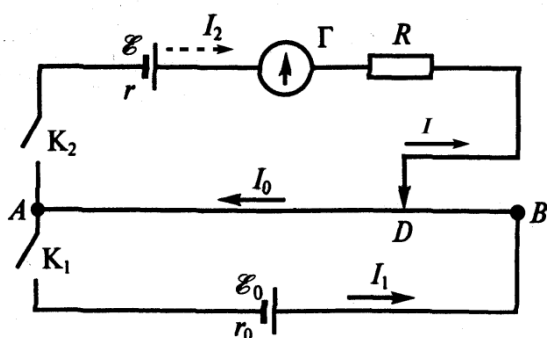

Рис. 6.1.
Схема установки для измерения ЭДС методом компенсации приведена на рис. 6.1.
Нарисуйте схему измерительной установки (рис. 6.1).
После получения допуска к работе соберите установку в соответствии со схемой рис. 6.1, включив вместо исследуемого источника нормальный элемент Вестона. При этом нормальный элемент и выпрямитель должны подключаться через соответствующие ключи к общему выводу реохорда одноименными (!) полюсами. Обратите внимание на то, что первым должен замыкаться ключ, который подключается к выпрямителю. В качестве ограничивающего сопротивления R используйте сопротивление типа «ДВТ», которое включается в цепь крайними выводами. Обратите внимание на то, что для перемещения движка реохорда предусмотрена вращающаяся ручка в его правой части.
17. Можно ли скомпенсировать ЭДС ε , если $|\varepsilon_0| < |\varepsilon|$ (рис. 6.1)?
25. Примените правила Кирхгофа для объяснения «работы» установки на рис. 6.1.